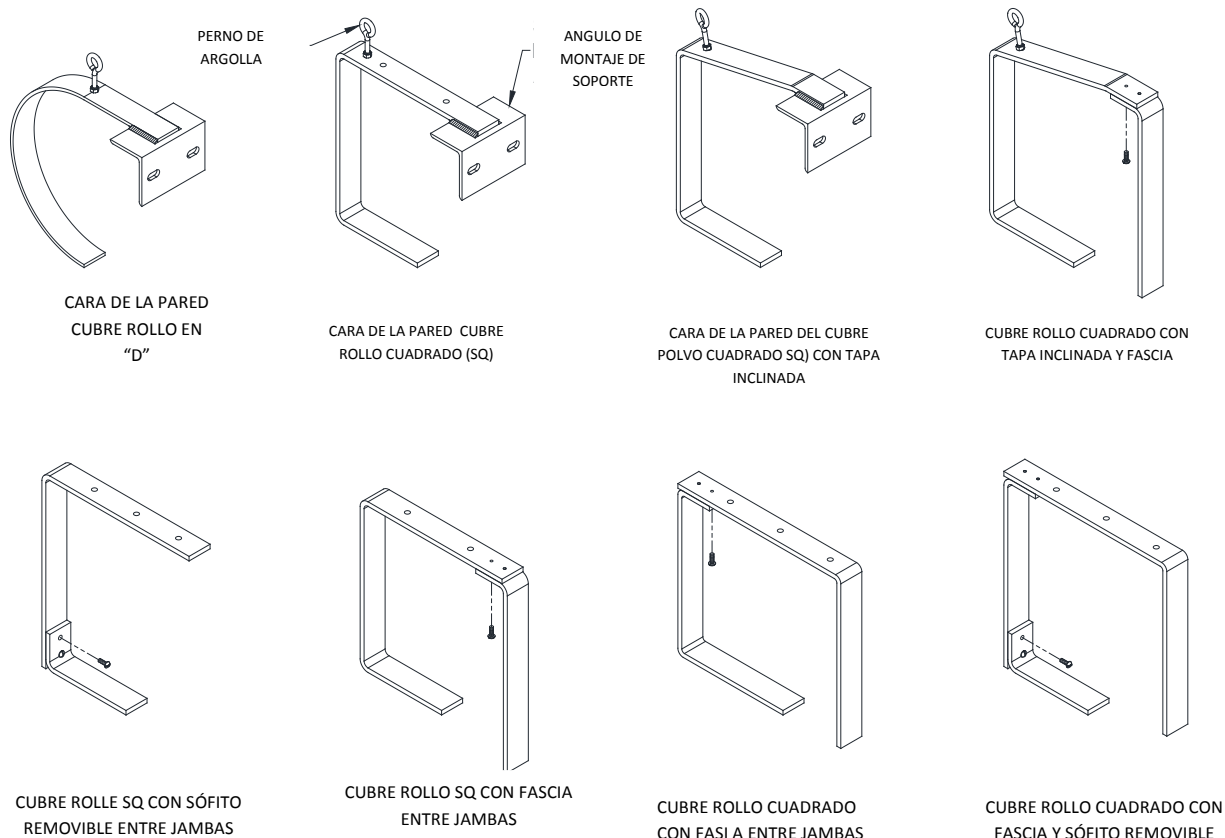

Figura 10.1 – Soporte Cubre Rollo
1. Ver la información de trabajo para determinar el tipo y cantidad de soportes del cubre rollo requeridos para su puerta. Los soportes del cubre rollo estarán detallados en la vista de elevación de los planos de construcción del trabajo. Ver **Figura 10.1** para tipos de soporte de cubre rollo.